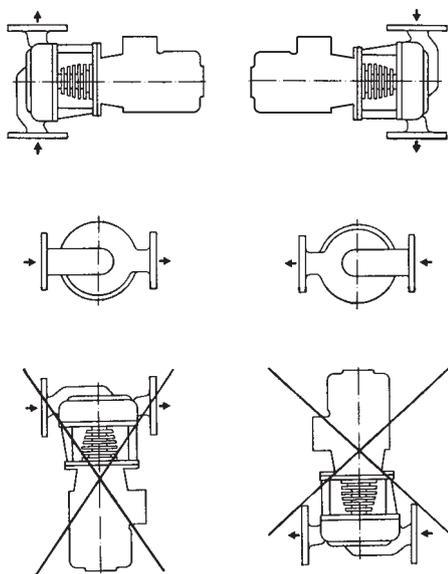

Fig. 7: Posições de instalação autorizadas
- É permitida qualquer posição de montagem excepto "Motor para baixo" (consulte Posições de montagem fig. 7).